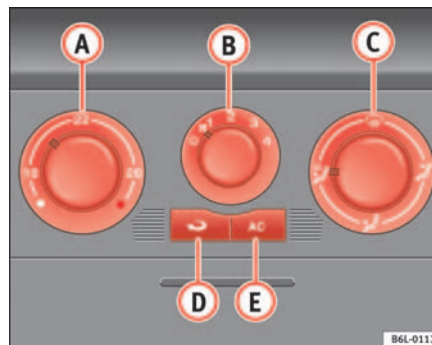

Abb. 89 In der Instrumententafel: Bedienelemente Klimaanlage
- Schalten Sie die Kühlanlage mit der Taste ⇒ Abb. 89  aus (die Kontrollleuchte in der Taste erlischt).
Im Umluftbetrieb \Rightarrow Seite 126, Abb. 89  (in der Taste leuchtet eine Kontrollleuchte) wird verhindert, dass starke Umweltgerüche in das Fahrzeuginnere gelangen können, die beispielsweise beim Durchfahren eines Tunnels oder in einem Stau auftreten.